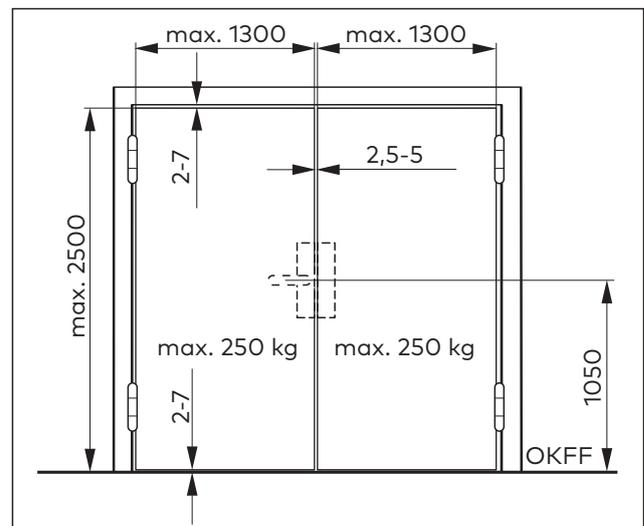

Abb. 12 Voraussetzungen für die Tür
- Die Tür entspricht den Angaben in Abb. 12 und ist maximal 5 mm verformt.